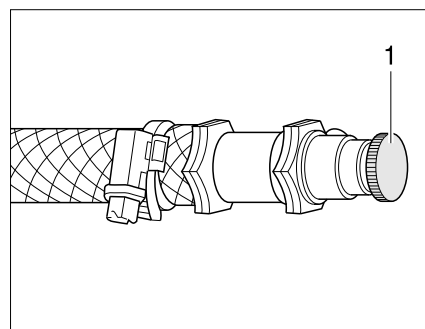

Bild 248 Entlüftungsventil Warmwasser-Heizung
- Das Entlüftungsventil (Bild 248,1) öffnen und geöffnet lassen, bis keine Luft mehr austritt.